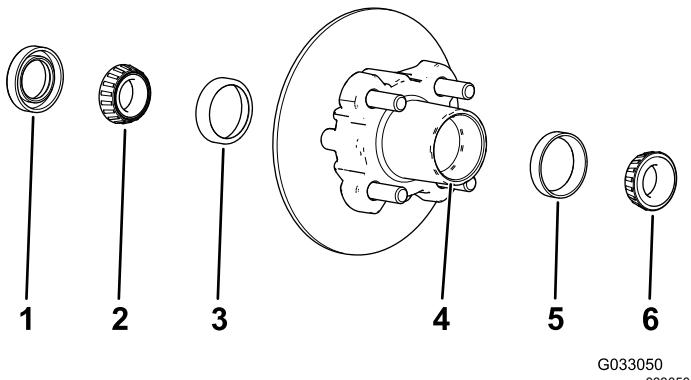

Bild 29
1. Nehmen Sie das Außenlager und den Lagerring von der Radnabe ab (Bild 29).
2. Nehmen Sie die Dichtung und das Innenlager von der Radnabe ab (Bild 29).
5. Entfernen Sie Fett, Schmutz und Rückstände aus dem Hohlraum der Radnabe (Bild 29).
7. Füllen Sie den Hohlraum der Nabe zu 50 % bis 80 % mit der angegebenen Fettsorte (Bild 29).
8. Montieren Sie das Innenlager auf dem Lagerring an der Innenseite der Nabe und setzen Sie die Dichtung ein (Bild 29).